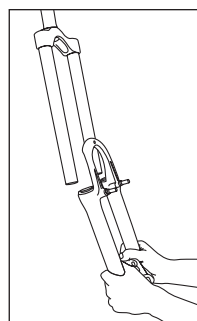

Fig. 7
7. Sfilare il gruppo monoblocco foderi-archetto (vedere Fig. 7), l'olio continuerà